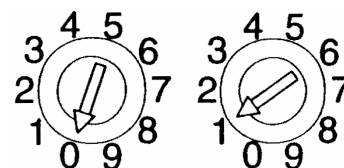

Figura 1. Selectores rotatorios decádicos de dirección
2. Ajuste la dirección con los selectores de dirección, véase la figura 1.